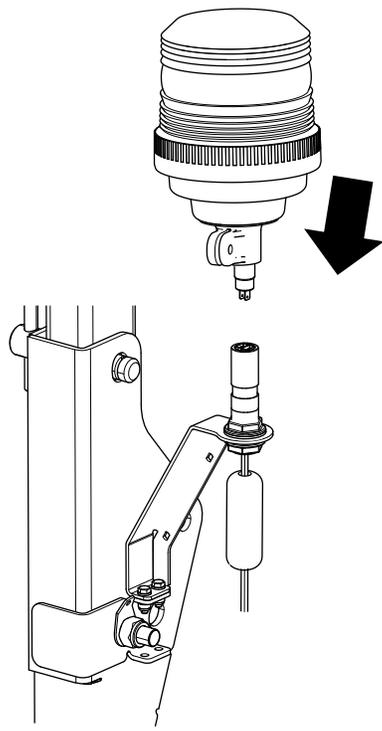

Bild 13
- Montieren Sie die Rundumleuchte auf die Oberseite des Rundumleuchtenständers (Bild 13).